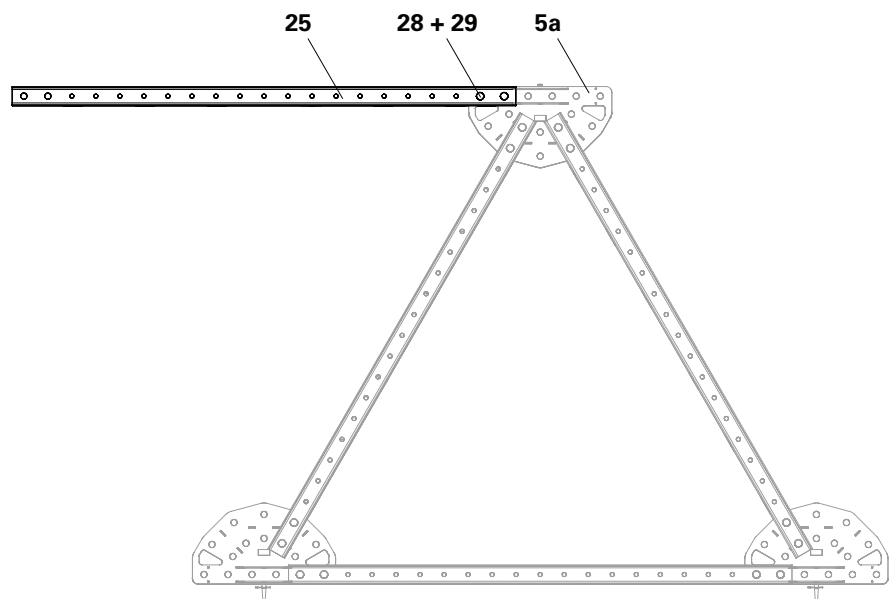

Fig. A4.10
2. Avvitare i correnti in acciaio 262 (**25**) con 2x perni Ø 32 (**28**) nei nodi di corrente (**5a**) e fissare con un inserto a molla 5/2 (**29**). (Fig. A4.10)